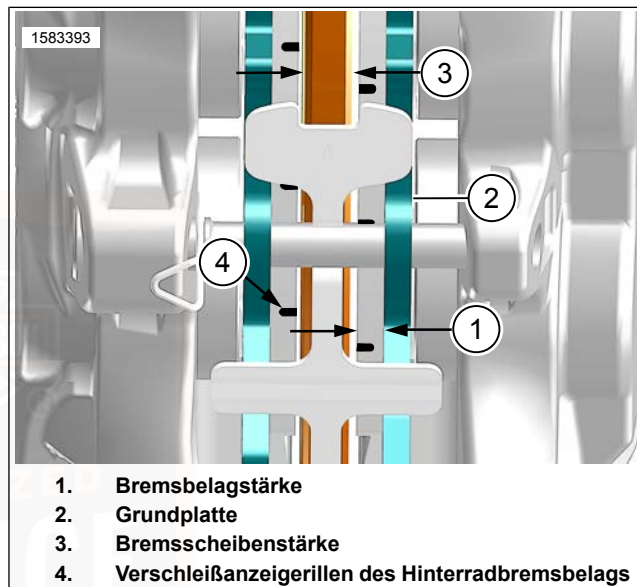

Abbildung 60. Bremsdicke (Front abgebildet)
2. Siehe Abbildung 60. Die Dicke des Reibbelagsmaterials im Bremsbelag messen.